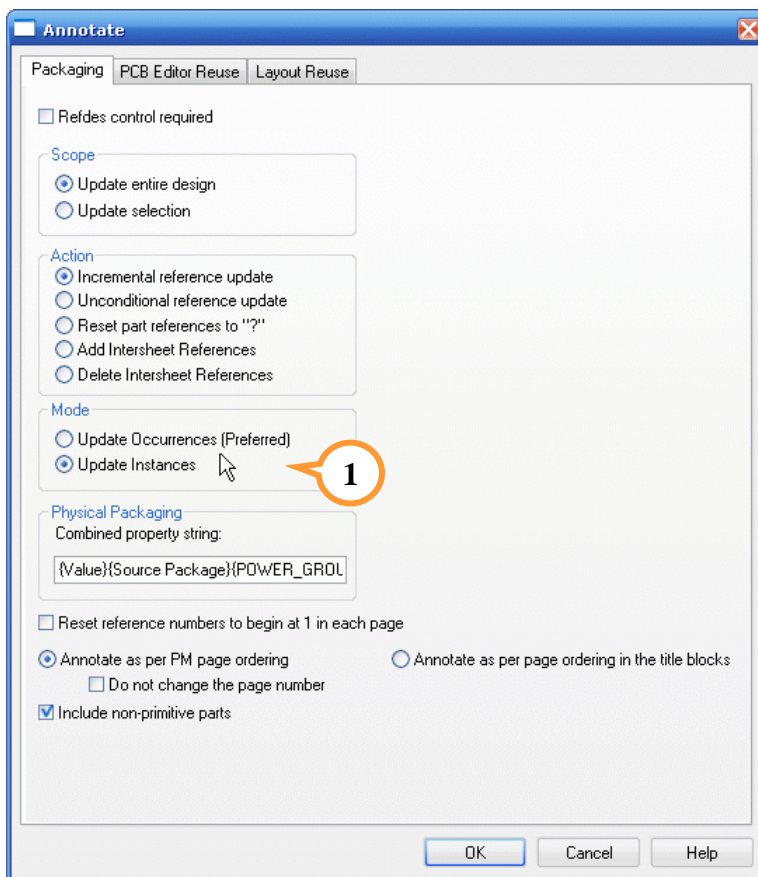

рис. 10-41
Когда откроется окно **Annotate**, обратите внимание на поле **Mode** (рис. 10-41, ①). Сэр-